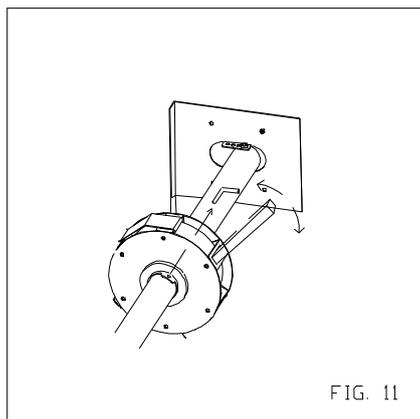

FIG. 11
6. una leva, (FIG.11) . Avvolgere il telo sull'asse controllando che l'avvolgimento avvenga in modo uniforme sui due lati.